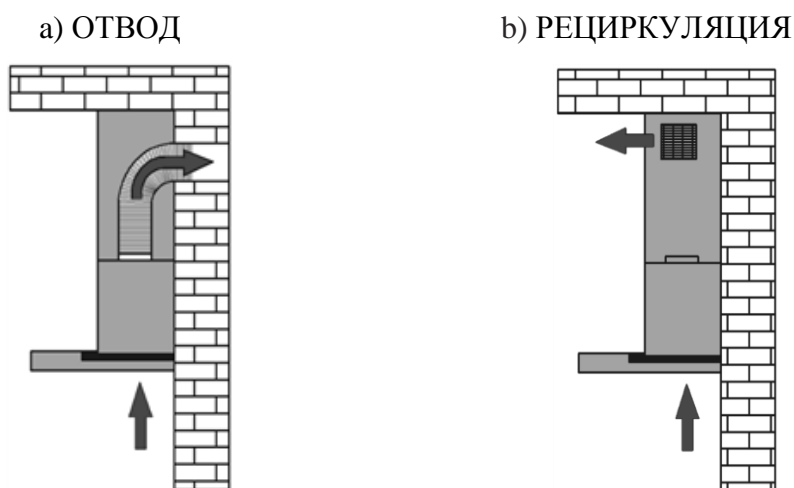

Рис. 4
1) Отвода (рис. 4а) – воздух удаляется из помещения через соединение вытяжки с вентиляционным каналом жестким пластиковым воздуховодом или гофрированным шлангом диаметром 150 мм. Таким образом, все кухонные испарения, запахи, гарь и копоть, проходя через многоразовые алюминиевые жироулавливающие фильтры, выводятся за пределы помещения. При данном режиме работы нет необходимости устанавливать угольные фильтры. Режим отвода является наиболее эффективным, поскольку вытяжка удаляет все кухонные испарения за пределы кухни в вентиляционную шахту.